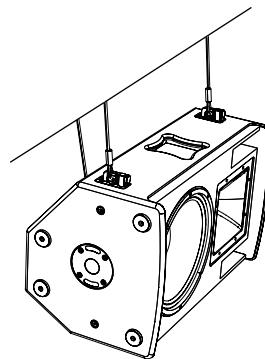

Fig.4
- Installazione orizzontale singola a tre punti (fig.4).
- single 3 points horizontal installation (fig.4).